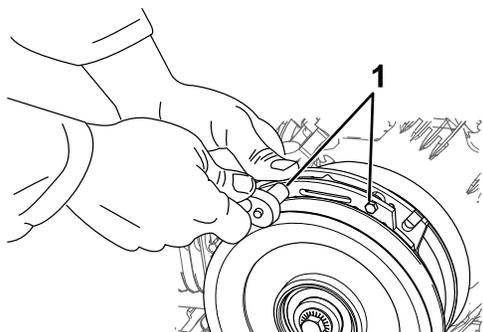

Рисунок 71
- A. Ослабьте оба монтажных болта тормоза на $\frac{1}{2}$ – 1 полный оборот, как показано на Рисунок 71.